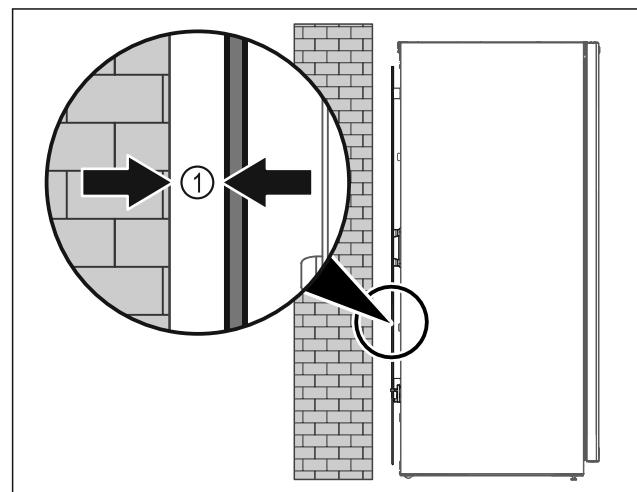

Fig. 9
- Zariadenie inštalujte voľne v priestore alebo priamo na stenu v minimálnej vzdialenosťi 5 mm Fig. 9 (1).